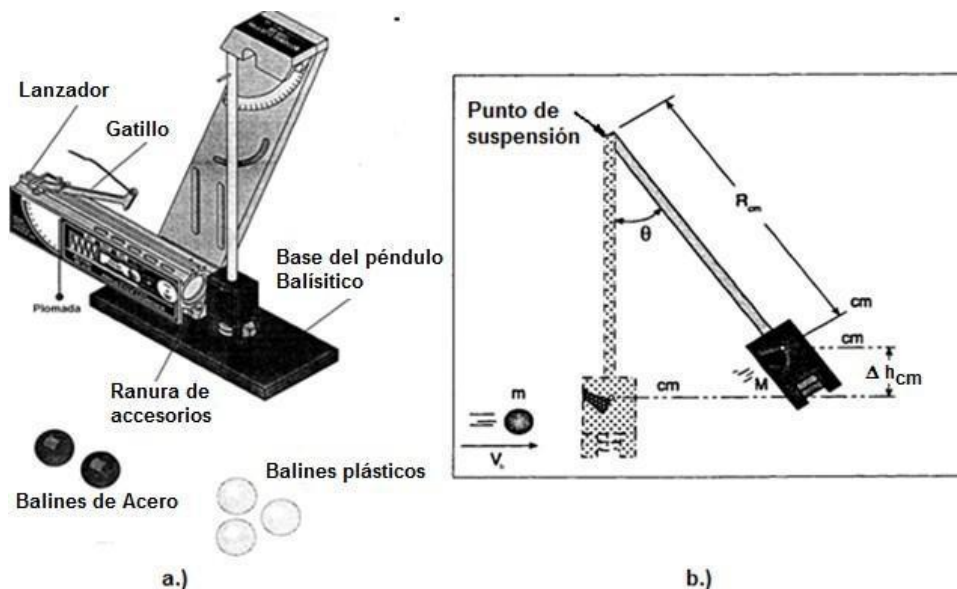

Figura 2. Montaje del Péndulo Balístico.
Utilizando un péndulo balístico (**Figura 2 a.**), un proyectil (balín) de masa m el cual se dispara con rapidez v_b , y al chocar contra el péndulo queda incrustado en él. Como resultado del impacto el conjunto péndulo-proyectil oscila alrededor del punto de suspensión alcanzando una altura máxima Δh (**Figura 2b.**) sobre el punto donde ocurrió la colisión.
- 1. EL PRIMER MÉTODO (método aproximado)**, el cual asume que el péndulo y la bola actúan juntos como una masa puntual localizada en su centro de masas combinado. Este método no toma en consideración la inercia rotacional. La velocidad inicial de la bola cuando sale del lanzador de proyectiles se determina disparando la bola dentro del péndulo y observando el ángulo máximo que alcanza el péndulo (**ver figura 2**) La velocidad aproximada de la bola se encuentra utilizando la siguiente ecuación (1):